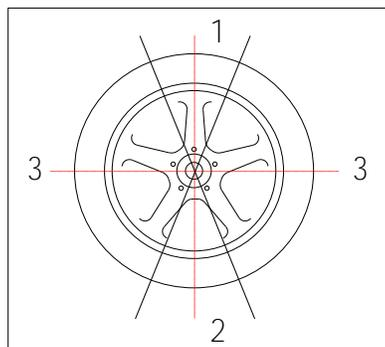

図 27 ウェイトの位置の調節
9. インバランスが 5-10g まだ残っている場合、図.27 に従って、調整して下さい。